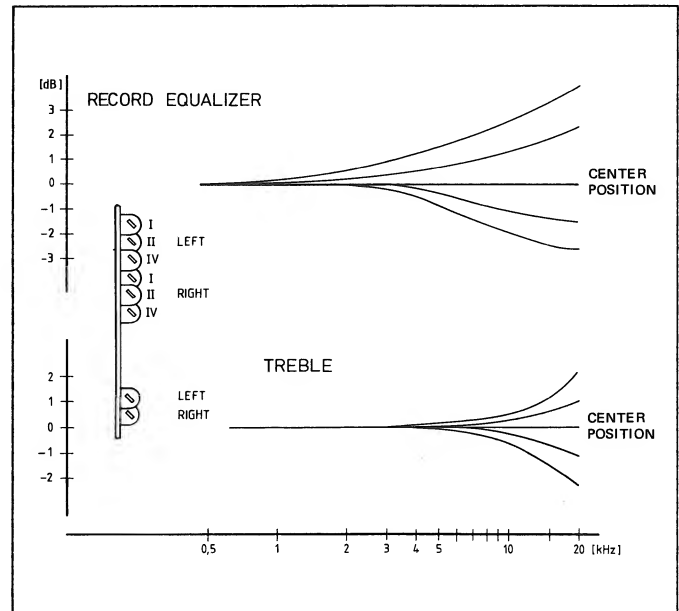

Fig. 5.6
- 10 kHz und 18 kHz aufzeichnen und mit Equalizer und Treble Trimpotentiometer (auf der RECORD CONTROL) auf gleichen Pegel wie bei 500 Hz einstellen, damit ein möglichst linearer Frequenzgang erreicht wird (Fig. 5.6). Der absolute Pegel ist hierbei ohne Bedeutung